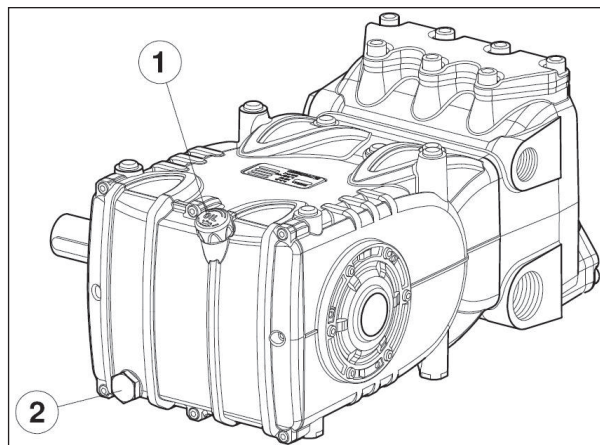

Fig. 3
Da haste do nível do óleo pos. ①, Fig. 3.
O controle correto do nível do óleo é realizado com a bomba em temperatura ambiente, a troca do óleo é executado com bomba de temperatura de trabalho, removendo: a haste do nível do óleo pos. ①, e sucessivamente a tampa pos. ②, Fig. 3. O controle do óleo e a troca são efetuados conforme indicado na tabela da Fig. 14, capítulo 11.